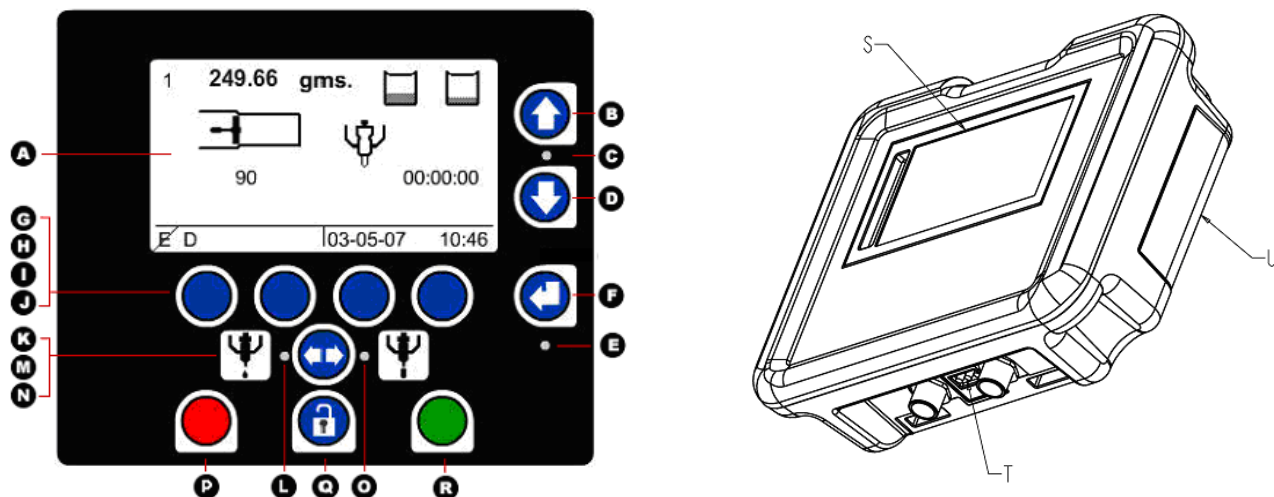

Figura 5: Controles de la HMI de la PR70
2. Entre la contraseña de seis dígitos pulsando las teclas variables correspondientes, G-J en la Figura 5.